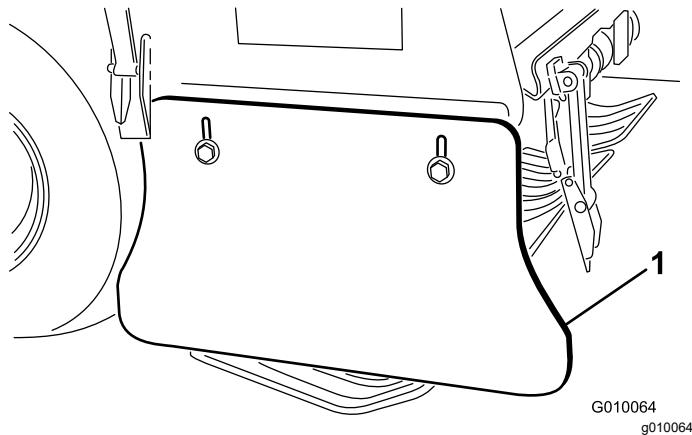

Bild 66
2. Lösen Sie die Schrauben und Muttern, mit denen das seitliche Schutzblech am Rahmen befestigt ist (Bild 66).